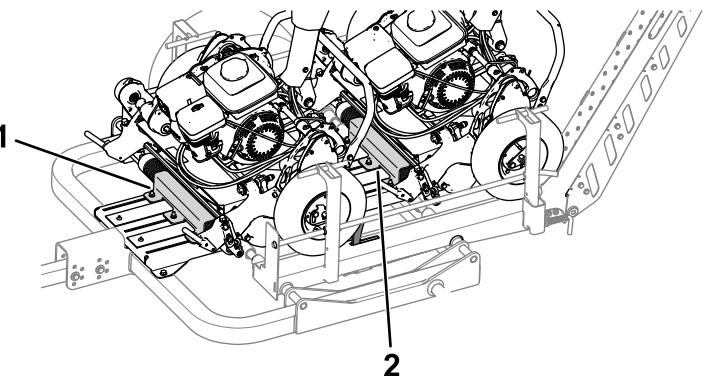

**Figura 30**
1. Utilice las rampas planas o los raíles para conducir lentamente la máquina sobre el remolque hasta que el rodillo delantero se asiente en el soporte del rodillo (Figura 30).
4. Eleve las rampas y accione los pasadores de cierre (Figura 30).